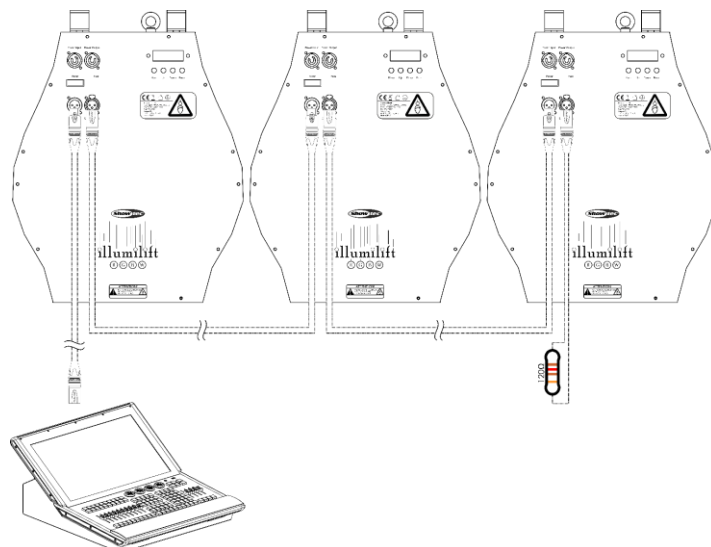

Fig. 05
- 02) Collegare le unità come indicato nella Fig. 05. Collegare la presa DMX "out" della prima unità alla presa DMX "in" della seconda unità, servendosi di un cavo di segnale DMX. Ripetere questo processo fino a collegare la seconda, la terza e la quarta unità.